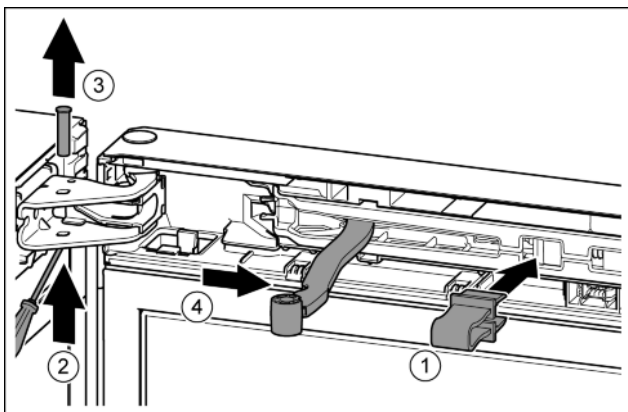

Fig. 11
- ▶ Зафиксировать предохранитель в отверстии. Fig. 11 (1)
- ▶ Выкрутить палец отверткой T15. Fig. 11 (2)
- ▶ Извлечь палец движением вверх. Fig. 11 (3)
- ▶ Повернуть шарнир в направлении двери. Fig. 11 (4)